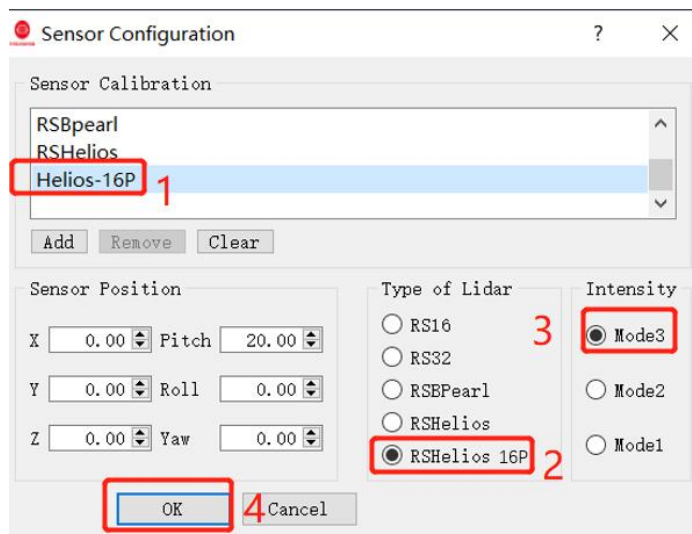

图 C-2 选择 RS-Helios-16P 参数配置文件
4. 在弹出的 **Sensor Configuration** 窗口中，选择 RSHelios-16P，“Type of Lidar”勾选 RSHelios-16P，“Intensity”选择 Mode3,之后点击“OK”即可，如下图 C-2 所示：